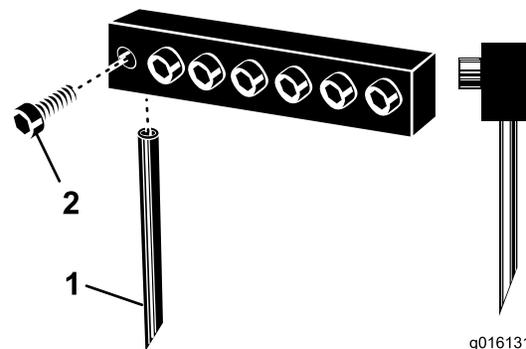

図 27
3. エアレータに既にタイヤが付いている場合には、クランプボルトをゆるめてそれらのタイヤを取り外す(図 27)。
注 中空タイヤは、コアの排出スロットを後ろに向けて取り付けてください； むくのタイヤは、タイヤのチップアングルをエアレータに向けて取り付けてください(図 27)。